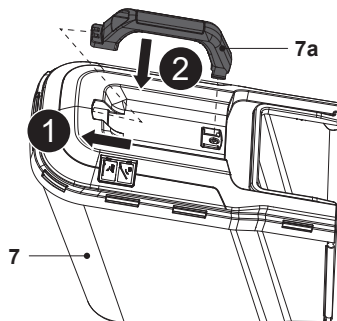

Fig. 6
- Monter la poignée de transport (7a) dans les deux encoches d'assemblage du châssis supérieur du bac de ramassage (7), en veillant à l'orienter correctement (Fig. 6).